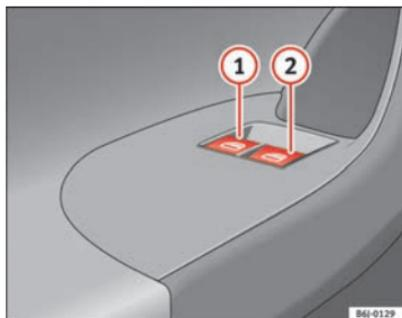

Fig. 48 Détail de la porte du conducteur : commandes pour les vitres avant et arrière.
Les touches ⇒ page 88, fig. 48 ①, ② disposent de deux positions pour l'ouverture des vitres et de deux autres pour la fermeture. Il est ainsi plus simple de contrôler les processus d'ouverture et de fermeture.